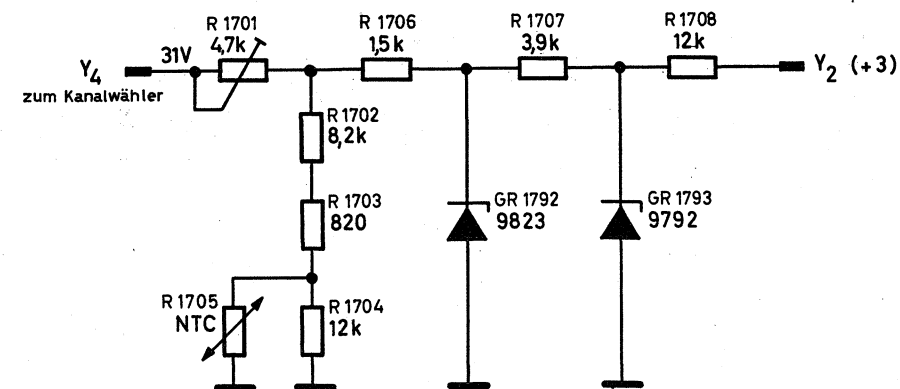

Abb. 1
2.) Für Ersatzzwecke, wenn die Z-Dioden, Pos. GR 1792 (Typ 9823) und GR 1793 (Typ 9792), defekt sind (Abb. 1), oder wenn Schwierigkeiten mit der Abstimmungsspannung auftreten, ist künftig statt der Z-Dioden ein integriertes Bauteil, Typ TAA 550, lt. Abb. 2 einzubauen. Das Potentiometer R1701 ist danach wieder so einzustellen, daß in der hochfrequenten Endstellung des UHF-Abstimmbereiches Kanal 60 empfangen werden kann. Am Anschluß Y4 sollen dann 31 V stehen.